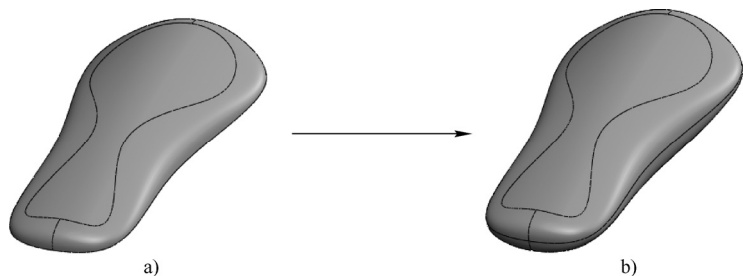

图 5-10 镜像实体操作
STEP 3 单击“镜像”按钮，以模型的平面为镜像面，以“镜像实体”方式进行两次镜像操作，完成汽车遥控钥匙的创建操作，如图 5-10 所示。